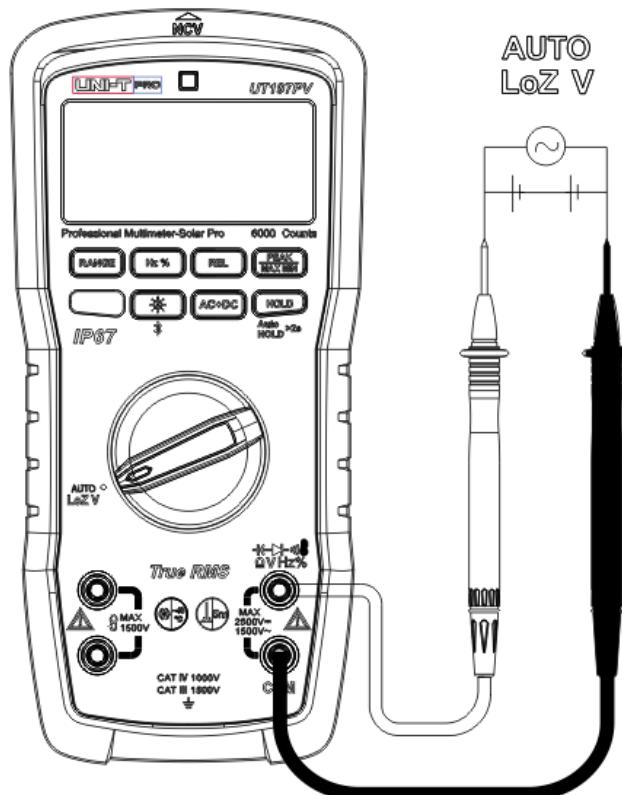

Abbildung 4
1. Automatische AC/DC-Spannungsmessung (Auto-V LoZ) (Abbildung 4)